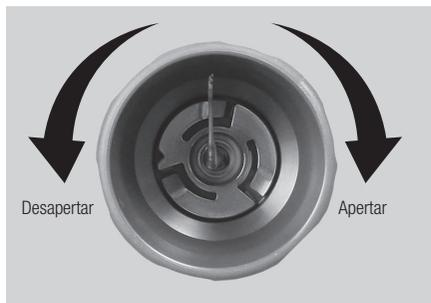

Fig. 17
3) Rode a chave no sentido dos ponteiros do relógio (Fig. 17 e 18) até ouvir um clique e não conseguir rodar mais.
*Rode a chave no sentido contrário ao dos ponteiros do relógio conforme mostrado na Fig. 17 e 18 para remover a ponta.